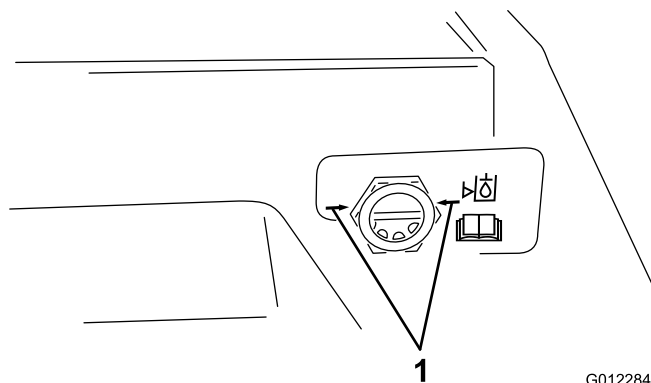

図 43
5. カuttingユニットを上昇させ、オイルが暖かい状態で点検窓で油量を点検する（図 43）。油面の高さが矢印よりも低ければ、矢印の高さまでオイルを補給する。**オイルの温度が低いときには補給量に注意すること。**
6. 点検窓で点検する（図 43）。オイルが暖かいときに油面の高さが点検窓の矢印まであれば適正。不足している場合にはオイルを補給する。